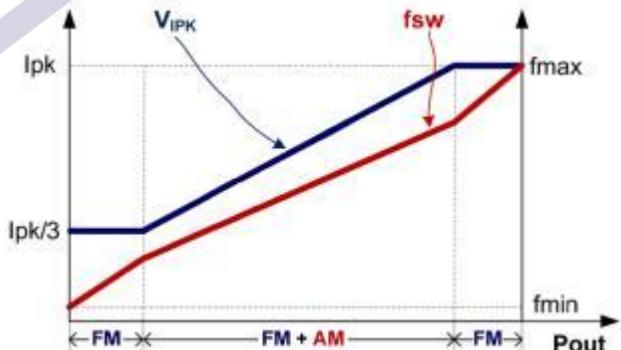

图 1
为满足系统平均效率和空载待机方面的严格要求, U3210 采用了调幅控制 (AM) 和调频控制 (FM) 相结合的工作模式, 如图 1 所示。